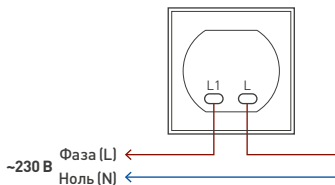

Рис. 1.
- 3.6. Подключите провода сетевого питания AC 230 В к контактам розетки в соответствии со схемой (рис. 1): L (фаза) — коричневый, N (нейтраль) — синий.